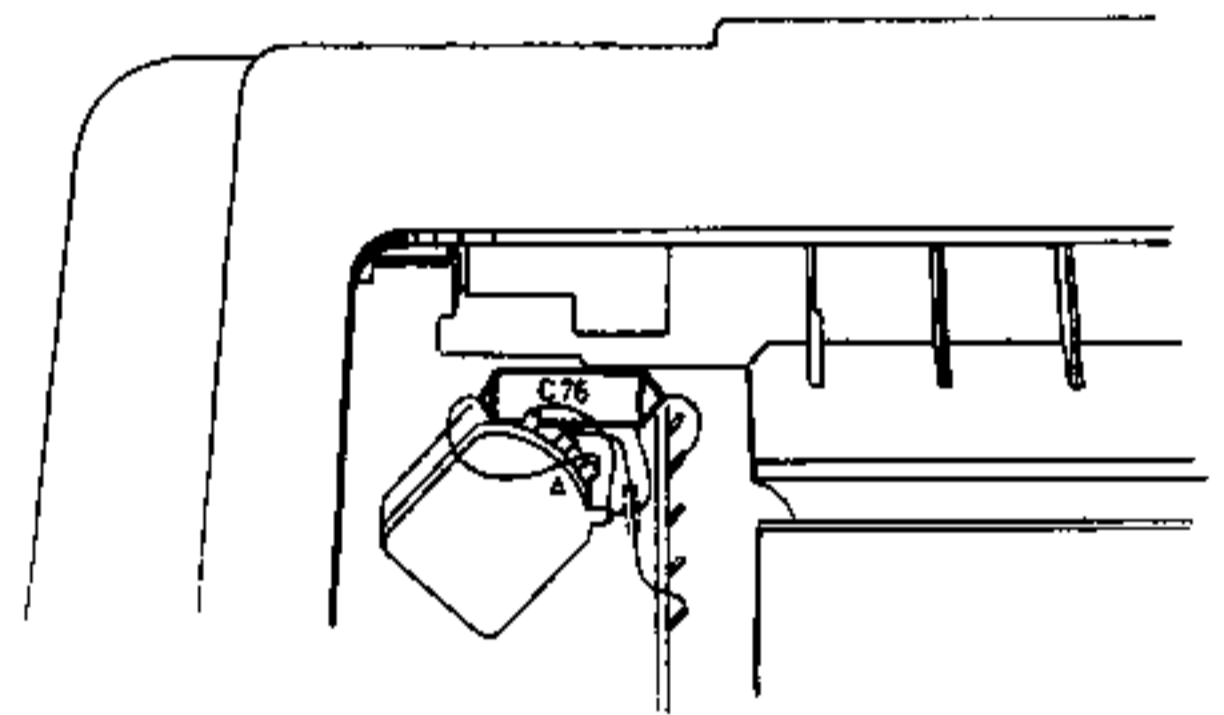

Fig 2
6. De positie van de condensator C76 verandert men zo, dat deze nu ongeveer op gelijke hoogte met en parallel aan de rand van het chassis ligt (fig. 2). Hiertoe soldeert men eerst de twee bovenste uitlopers los, de onderste, welke aan punt A (fig. 2) van de volumeregelaar vast zit, behoeft niet losgesoldeerd te worden. De condensator kan nu gemakkelijk omhoog worden getrokken en in de nieuwe ligging worden gebogen, waarna de bovenste uitlopers weer op hun originele plaats worden vastgesoldeerd.